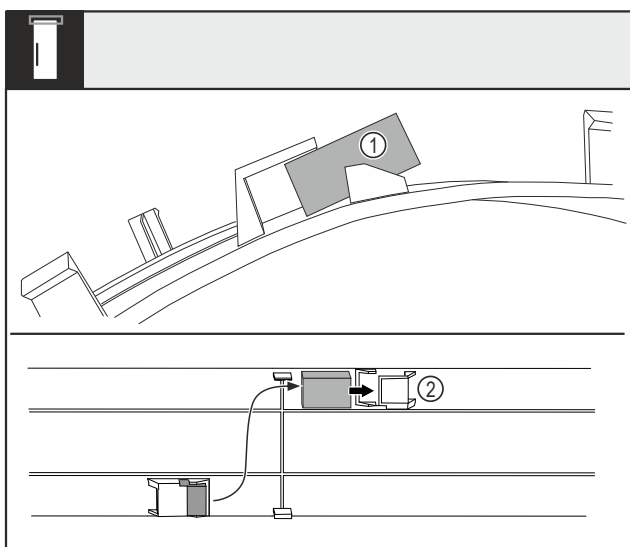

Fig. 16
- ▶ Zjąć osłonę i wyciągnąć elektromagnes drzwiowy Fig. 16 (1) z gniazda.
- ▶ Wsunąć elektromagnes drzwiowy do drugiego gniazda Fig. 16 (2).